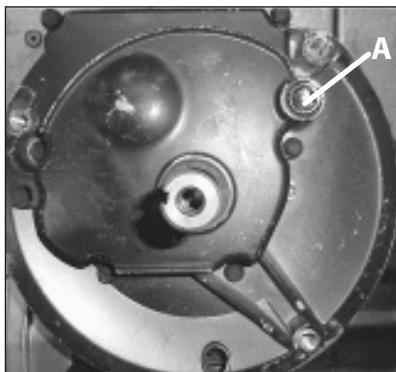

Рис. 7
- Когда двигатель остынет, откройте крышку слива масла А на Рис. 7 и слейте масло в подходящее для этого емкость.